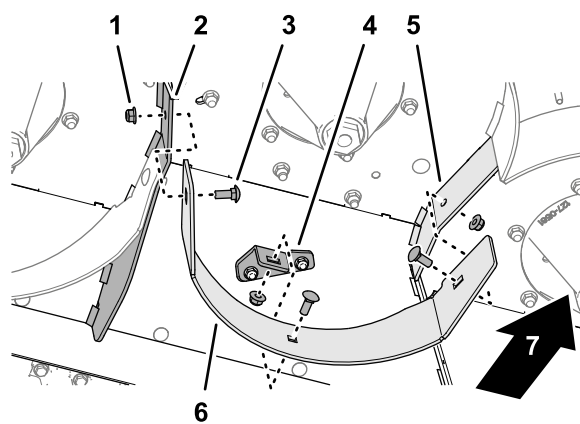

Figura 43
3. Sul fondo del lato centrale del piatto di taglio, rimuovete i 3 bulloni a testa tonda ($\frac{3}{8}$ " x 1") e i 3 dadi di bloccaggio flangiati ($\frac{3}{8}$ ") che fissano il deflettore centrale al separatore sinistro, al supporto del deflettore centrale/destro e al separatore destro, quindi rimuovete il deflettore centrale (Figura 43).